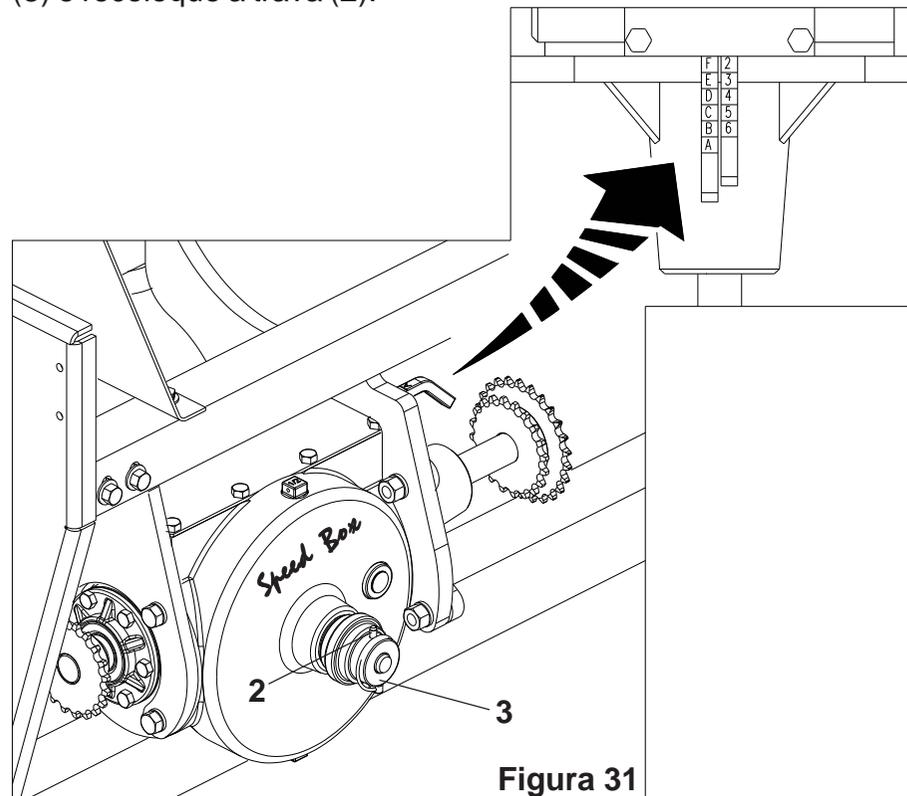

Figura 31
## CAIXA DE VELOCIDADES *Speed Box* (Figura 31)
2 - Para regulagens do adubo, selecione a quantidade desejada nas tabelas e verifique a combinação correspondente das alavancas (1). Exemplo : posição **F 2**, indica que a alavanca com letras deve estar na posição “**F**” e a alavanca de números deve estar na posição “**2**”, conforme **Figura 31**.